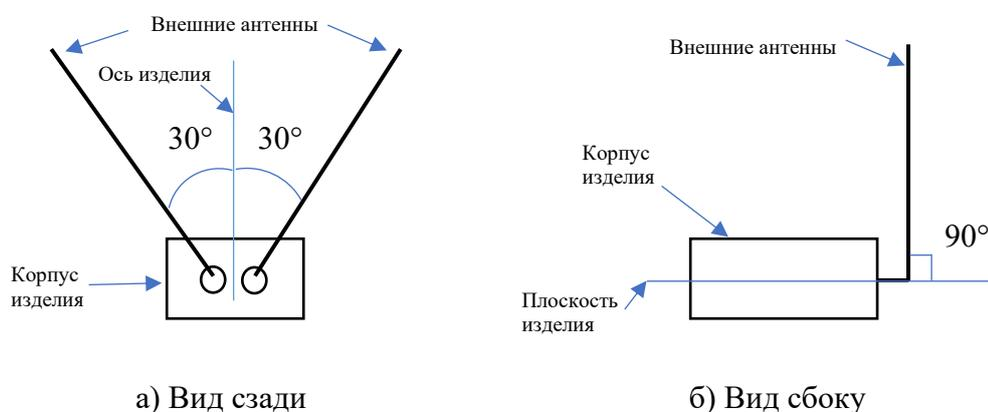

Рисунок 1 - Схематичное изображение расположения антенн
3.3.1.2 Подключите входящие в комплект поставки внешние телескопические антенны к соответствующим разъемам «А1» и «А2» на задней панели корпуса Изделия (2 на рисунке 2 и 4) строго до его включения в сеть. Антенны необходимо выдвинуть на максимальную длину и расположить под углом в 60 - 90 градусов друг относительно друга, в перпендикулярной плоскости относительно корпуса Изделия (рисунок 1).